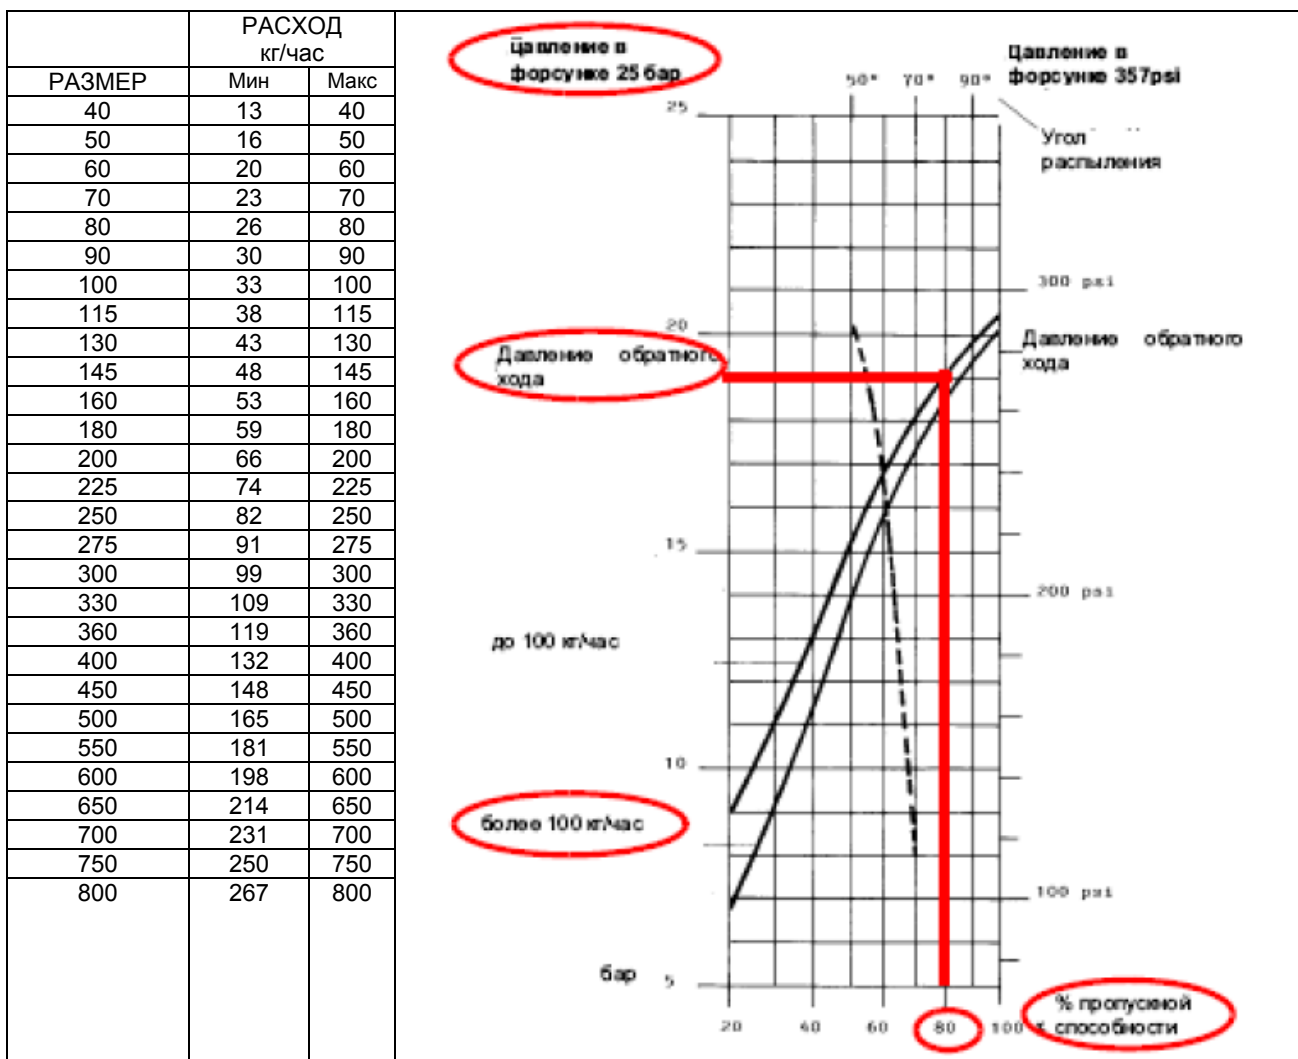

Рис. 10 - Fluidics
Расход мазутного топлива регулируется за счет выбора форсунки (противопоточного типа), соответствующего мощности котла/утилизатора, а также регулировки давления на прямом и обратном ходе жидкого топлива, согласно данных, указанных в таблице и на графике на Рис. 10/11 (для считывания давления - читайте последующие параграфы)
Пример : 80% номинального расхода на форсунке можно получить, если установлены форсунки с расходом более 100 кг/час, при давлении на обратном ходе примерно равном 18 бар (см. график на Рис. 10).
8. Давление питания форсунки уже отрегулировано заранее на заводе-изготовителе и не должно изменяться. Только в случае необходимости, отрегулировать давление питания (см. соответствующий параграф) следующим образом: установить манометр в положение, указанное на Рис., воздействовать на регулировочный винт VR насоса (см. Рис. 12) до получения на форсунке давления в 25 бар (см. график на Рис. 10 - Рис. 11).
13. Смещать кулачок III (малое пламя) в сторону минимальной мощности, с тем, чтобы сервопривод начал закрываться, до тех пор, пока два подшипничка не совместятся с регулировочным винтом, относящимся к самой низкой точке: закручивать винт V для увеличения расхода, откручивать - для уменьшения, с целью получения значения давления, как на графике на Рис. 10 - Рис. 11, на основании требуемого расхода.
следующим образом: установить манометр в положение, указанное на Рис. 22, воздействовать на регулировочный винт VR насоса (см. Рис. 13) до получения на форсунке давления в 25 бар (см. график на Рис. 10 - Рис. 11).